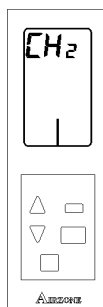

Fig. 105
- **Canal de comunicação CH:** Canal de comunicação em que transmite o sistema. Os valores estão compreendidos entre 1-5. (Fig. 105)